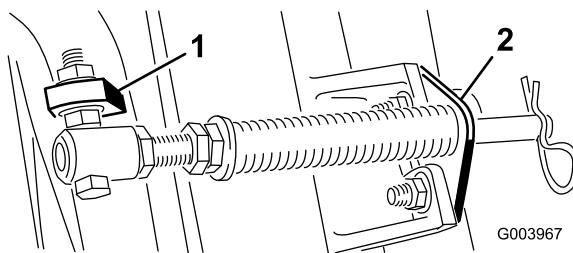

図 6
- C. スプリングチューブのボルトを、反対側のキャリアフレームのタブに取り付け、フランジナットで固定する。図6に示すように、ボルトの頭部がタブの外側を向くように取り付けること。
- D. カッティングユニットのタブにロッドブラケットを取り付け、キャリッジボルト2本とナットで固定する図6。